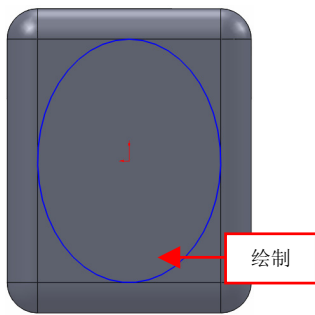

图 16-38 绘制草图对象
(14) 单击【拉伸切除】按钮，选取合适的面为草图绘制平面，进入草图绘制环境，绘制草图对象，如图 16-38 所示。